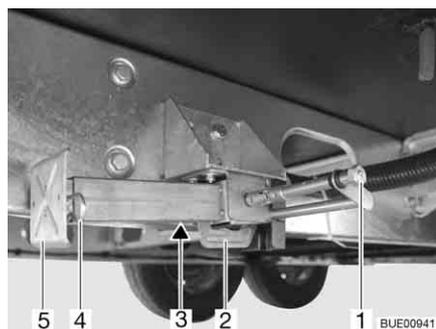

Fig. 35 Apoyo de elevación
- Colocar la llave de vaso en el hexágono (Fig. 35,1) y girarla hasta que el apoyo de elevación quede verticalmente hacia abajo.
- En caso de que la longitud del apoyo de elevación sea ajustable, extraer la clavija hendida (Fig. 35,4) de la prolongación del pie de apoyo (Fig. 35,5).
- Colocar la llave de vaso en el hexágono (Fig. 35,1) y girarla hasta que el apoyo de elevación esté de nuevo libre del suelo.
- Introducir totalmente la prolongación del pie de apoyo (Fig. 35,5) e introducir la clavija hendida (Fig. 35,4) en el orificio previsto para ello que hay en la prolongación del pie de apoyo.
- Girar el hexágono (Fig. 35,1) hasta que el apoyo de elevación se haya girado hacia arriba y la guía (Fig. 35,2) tenga contacto con el extremo de la ranura (Fig. 35,3).